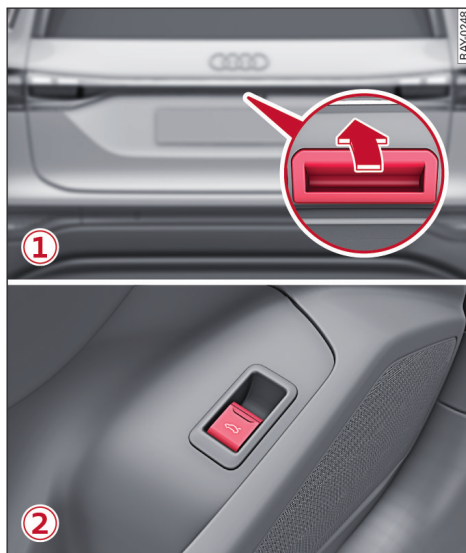
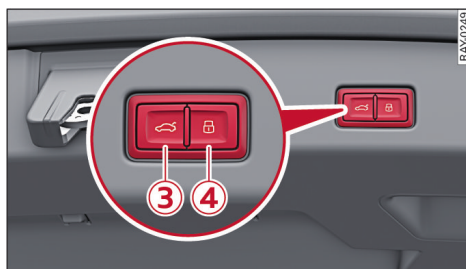

图 15 行李厢盖内的触摸把手 ①、驾驶员车门内的按钮 ②
图 16 行李厢盖：③ 关闭按钮、④ 锁止按钮
- ▶ 按行李厢盖内的触摸把手 ① ⇨ 图 15。在行李厢被锁止的状态下，汽车钥匙或数字钥匙距离行李厢不得超过约 1.5 米，或
- ▶ 短暂地拉驾驶员车门内的按钮  ② ⇨ 图 15，或
- ▶ 按汽车钥匙上的按钮  /  和行李厢盖内的触摸把手 ① 给汽车或行李厢盖解锁。
您可以在 MMI 中停用/启用 ⇨ 第 29 页 通过触摸把手打开行李厢盖的功能 ⇨ 图 15。
- ▶ 按行李厢盖内的按钮  ③ ⇨ 图 16，或
- ▶ 在汽车被关闭的情况下，按行李厢盖内的按钮  ③/  ④。汽车钥匙或数字钥匙不得位于车内。在按按钮  ④ 时，汽车在关闭行李厢后接着是被锁止的。如果您按按钮  ④，而汽车钥匙位于行李厢内或超出作用范围（大于约 1.5 米），那么系统发出一声警告音，并且行李厢无法关闭，或
- ▶ 请您在开启汽车后拉住驾驶员车门内的按钮  ② ⇨ 图 15 直到行李厢盖关闭，或
- ▶ 如果行李厢内装有按钮  ④，那么请您在汽车关闭后按住汽车钥匙上的按钮 ，直到行李厢盖关闭。锁闭会延迟进行。此时，请您站在行李厢盖后面并为之保持足够距离（至多 3 米）。
- ▶ 重新按按钮  或触摸行李厢盖内的触摸把手 ⇨ 图 15。
如果现在重新按按钮  或行李厢盖上的触摸把手 ⇨ 图 15，那么行李厢盖再次打开。
解决办法：同时按压图 15 行李厢盖内的触摸把手 1、和图 16 行李厢盖：3 关闭按钮，至少 5 秒以上，正常开启关闭 1-2 次，问题消除。
- ▶ 重新按按钮  或触摸行李厢盖内的触摸把手 ⇨ 37 页，图 15。
如果现在重新按按钮  或行李厢盖上的触摸把手  37 页, 图 15, 那么行李厢盖再次打开。